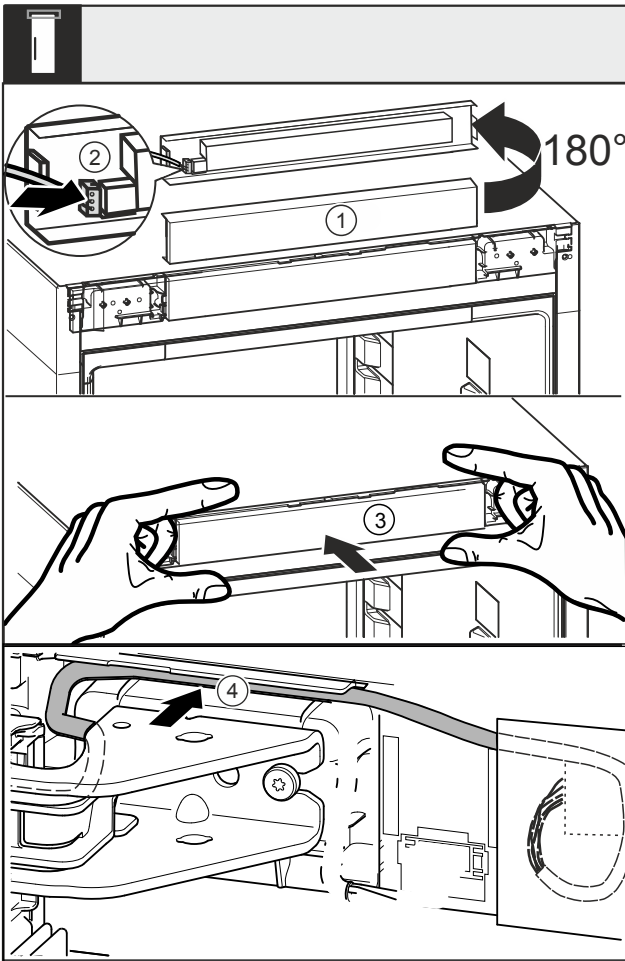

Fig. 47
- ▶ Поверните накладку Fig. 47 (1) вверх на 180°.
- ▶ Зафиксируйте штекер Fig. 47 (2) на фальшпанели.
- ▶ Снова зафиксируйте накладку Fig. 47 (3) на устройстве.
- ▶ Осторожно проложите кабель в направляющей Fig. 47 (4) над верхним опорным кронштейном.